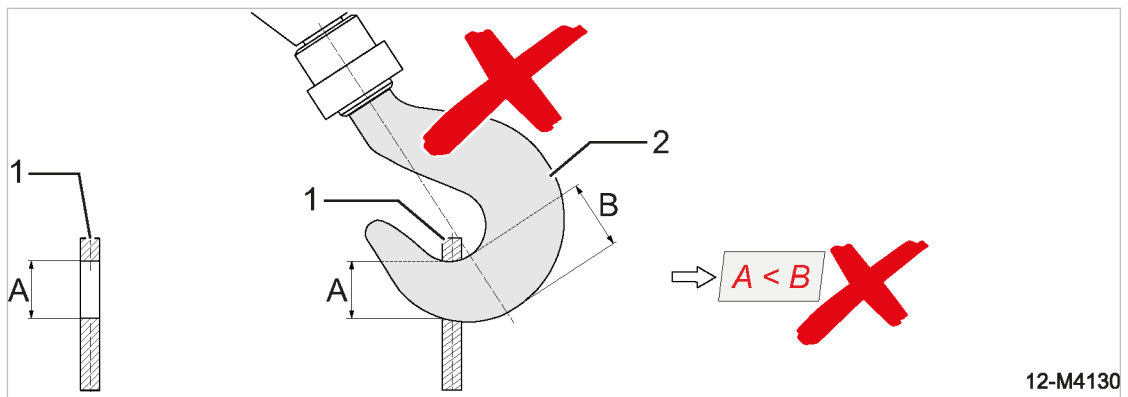

Fig. 49 Voorbeeld: Kraanhaak in strijd met de voorschriften ingehaakt
- Hijs de machine nooit met een kraan, zie afbeelding 49.